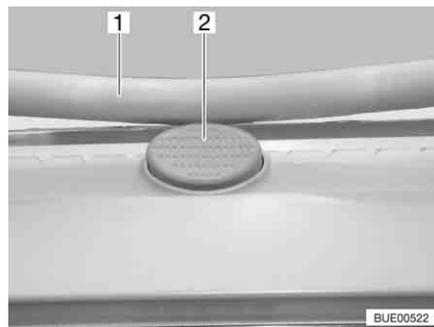

Bild 54 Sicherungsknopf an der Heki-Dachhaube
- Den Sicherungsknopf (Bild 54,2) drücken und den Bügel (Bild 54,1) mit beiden Händen nach unten ziehen.
- Den Bügel mit beiden Händen nach oben drücken, bis der Bügel oberhalb des Sicherungsknopfes (Bild 54,2) liegt.